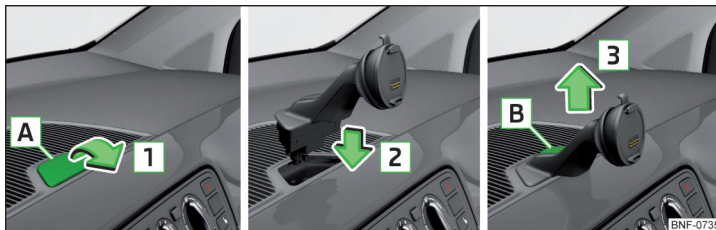

Fig. 86 Af-/påmontering af systemets holder
- Stik fx en mønt ind i åbningen **A** » Fig. 86, og klap forsigtigt afdækningen op i pilens retning **1**.
- Tryk på udløserknappen **B** » Fig. 86 med den anden hånd.